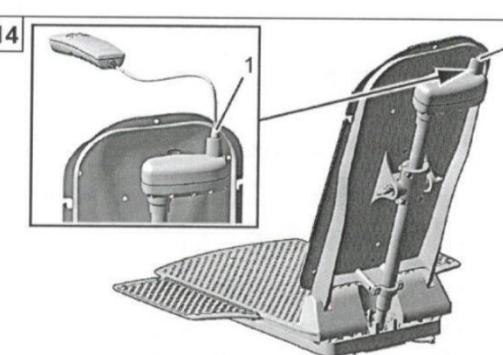
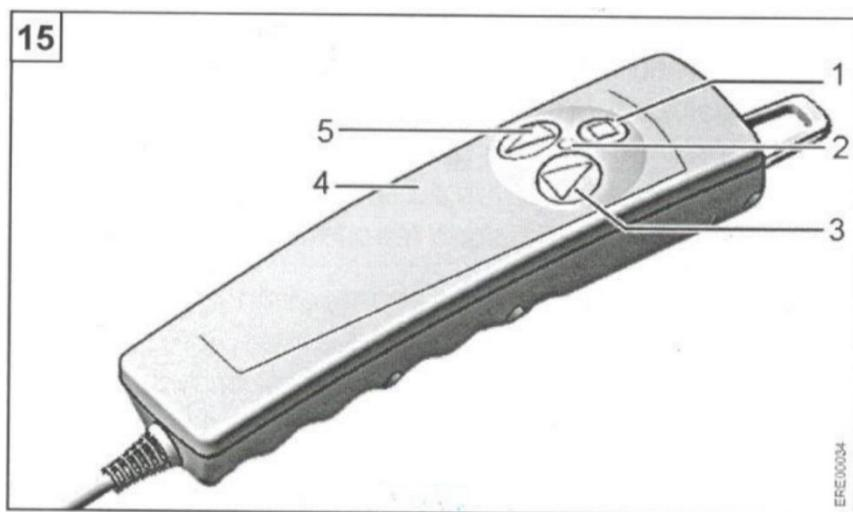

Рис. 11
Рис. 12
6. Підключіть гніздо (див. Рис. 11; 1) на кабелі пульта ручного керування до штепсельного роз'єму (див. Рис. 11; 2) на приводі, доки він характерно не заглибиться.
1. Підніміть сидіння за допомогою кнопки «Up» («Вгору») (див. Рис. 12; 3). Перевірте наступні нюанси:
2. Опустіть сидіння максимально низько наскільки це можливо за допомогою кнопки «Down» («Вниз») (див. Рис. 11; 5). Перевірте наступні нюанси:
Керування підйомником для ванни виконується виключно за допомогою пульта ручного керування (див. Рис. 12; 4).
Якщо акумулятор пульта ручного керування розрядився, загориться червоний індикатор (див. Рис. 12; 2) при натисканні на кнопку «Down» («Вниз») (див. Рис. 12; 5). Сидіння більше не можна опускати. Але його можна піднімати до положення виходу з ванни. Після підйому сидіння зарядіть батарею пульта ручного керування.
1. Натисніть кнопку «Up» («Вгору») (див. Рис. 12; 3). Коли сидіння повністю опущено, спочатку спинка переміщається у вертикальне положення. Після чого сидіння рухається вгору.
1. Натисніть кнопку «Down» («Вниз») (див. Рис. 12; 5). Сидіння почне опускатись.
1. Якщо сидіння не зупиняється під час натиску кнопки «Up» («Вгору») (див. Рис. 12; 3) або «Down» (див. Рис. 12; 5).
2. Натисніть кнопку «Emergency Stop» (див. Рис. 12; 1) або від'єднайте шнур (див. Рис. 11; 1) від приводу ручного керування. Сидіння одразу зупиниться.
1. Підійміть сидіння за допомогою кнопки «Up» («Вгору») (див. Рис. 12; 3) на достатній висоті стосовно бокових панелей (див. Рис. 13; 1, 2), щоб вони були на одному рівні з краєм ванни.
5. Натисніть кнопку «Down» («Вниз») (див. Рис. 12; 5) до поки не досягнете потрібного рівня.
6. Після купання натисніть кнопку «Up» («Вгору») (див. Рис. 12; 3) поки необхідне положення не буде досягнуто (бічні секції на одному рівні з краєм ванни).
2. Опустіть сидіння максимально наскільки це дозволить натисканням кнопки «Down» (див. Рис. 12; 5).
3. Повністю від'єднайте роз'єм (див. Рис. 11; 1) на кабелі пульта ручного керування з гнізда (див. Рис. 11; 2) на приводі.